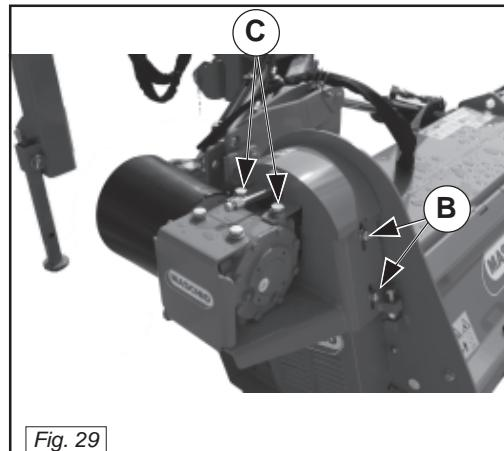

Fig. 29
- 1) Togliere i bulloni (C Fig. 29).
- 5) Allentare le viti B+B (2+2) (Fig. 29).